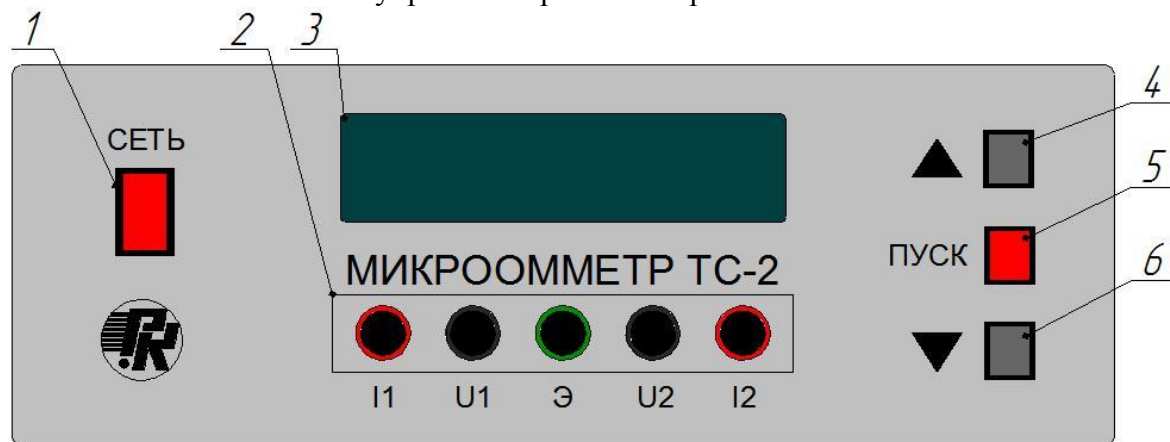

Рисунок 1
1.3.4 На лицевой панели омметра(рисунок 1) расположены: